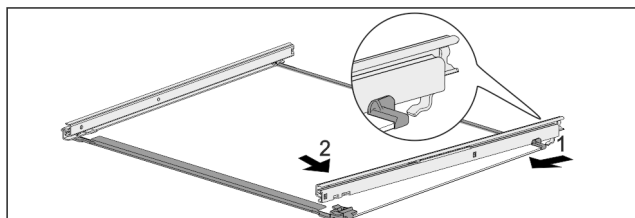

Fig. 166 Pllaka e xhamit me shinat
- ▶ Kapni shinën në kapëse në pjesën prapa. Fig. 166 (1)
- ▶ Kapni shinën në kapëse në pjesën përpara. Fig. 166 (2)